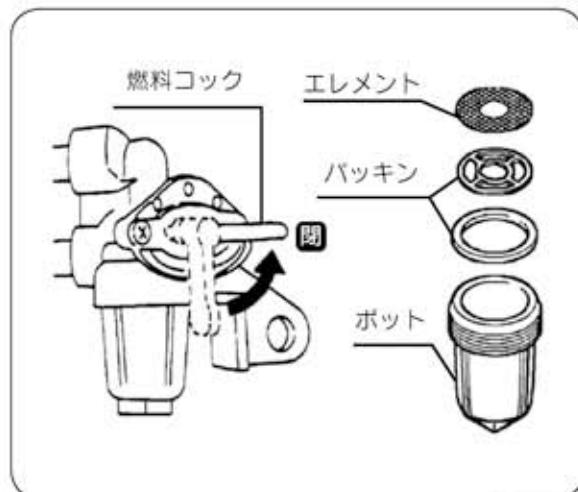

図44
■ フィルターポットとフィルター エレメントの清掃(図44)